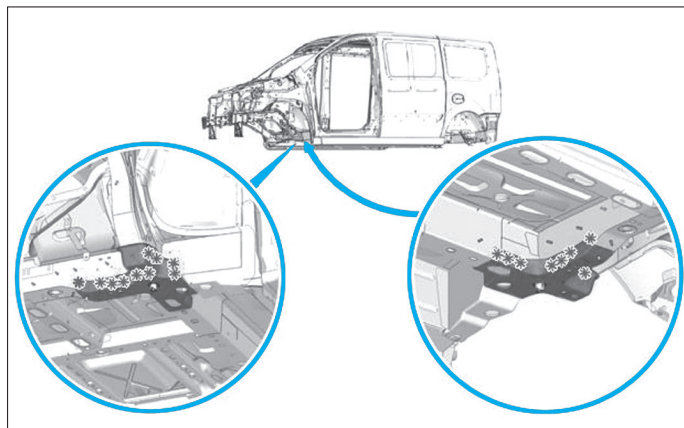

FIG. 1
- À l'aide d'une fraise de 8 mm de diamètre, découper les points (Fig.1).